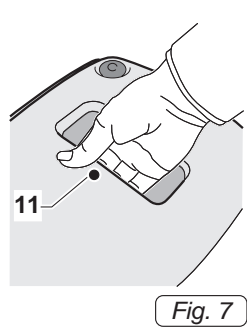

Fig. 7
- чтобы поднять прибор, возьмитесь рукой за убирающуюся ручку (11 Рис.7) в верхней части крышки.